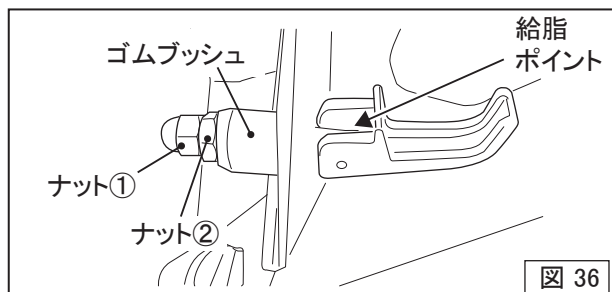

図 36
ラッチハンドルは、開閉を繰り返す等により動きが渋く感じることがあります。その際は、図36の給脂ポイント(ピンとシャフト摺動部)にスプレーグリス等を給脂し動きをなじませてください。
その際は、図36のナット①を緩めてからナット②を回してハンドルのガタや開閉時の硬さを調整し、調整後ナット①を固定しラッチハンドルが円滑に操作開閉出来る様調整してください。